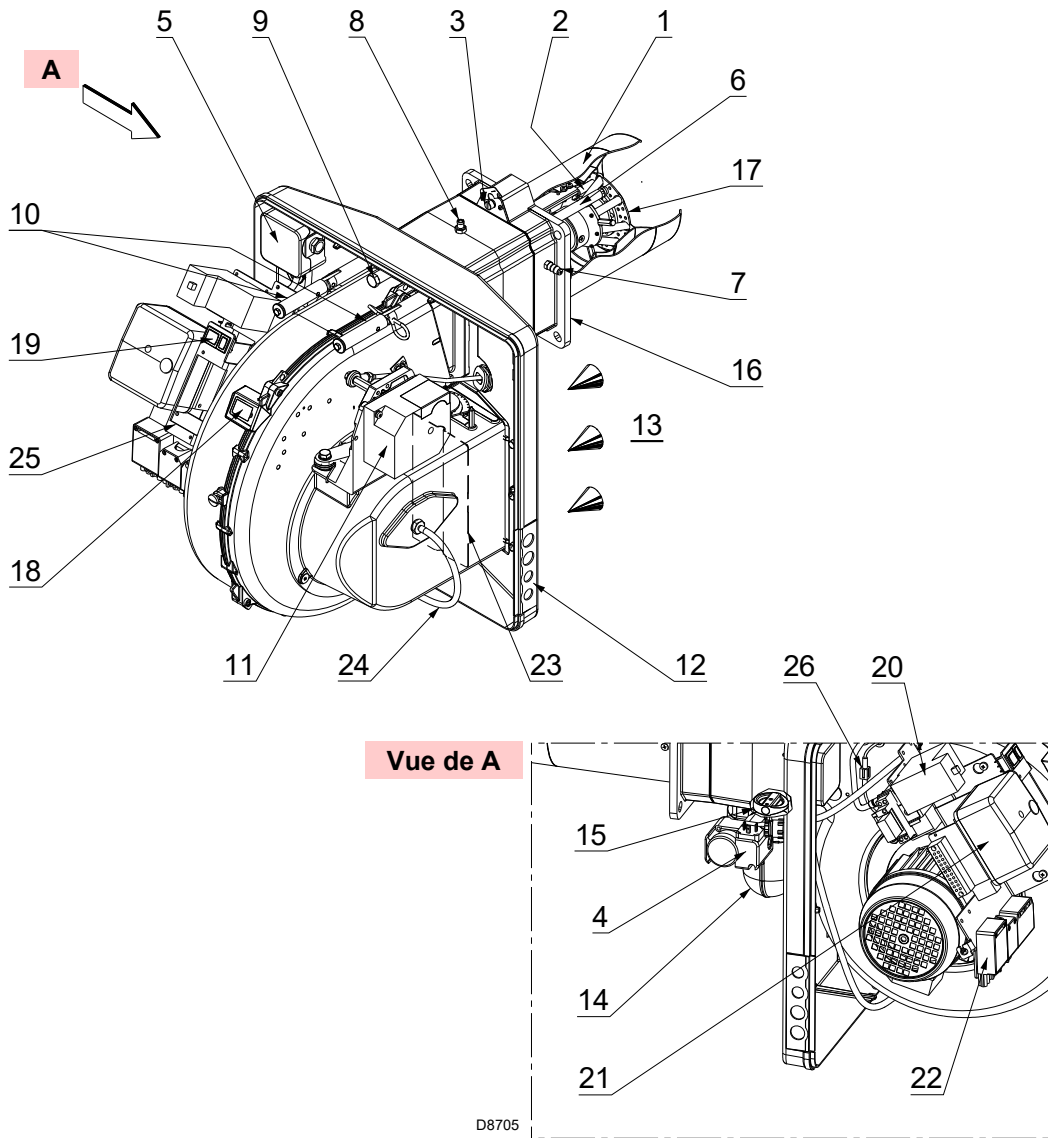

Fig. 5
- (1) Conditions de référence: Température ambiante 20°C - Température gaz 15°C - Pression barométrique 1013 mbar - Altitude 0 m au-dessus du niveau de la mer.
(2) Pression de gaz à la prise du manchon 8) (Fig. 5) avec pression zéro dans la chambre de combustion et à la puissance maximale du brûleur.
(3) Pression sonore mesurée dans le laboratoire de combustion du constructeur, avec le brûleur fonctionnant sur la chaudière d'essai, à la puissance maximale. La puissance sonore est mesurée grâce à la méthode en « champ libre », prévue par la norme EN 15036, et conformément à la précision de mesure « Précision : Catégorie 3 », comme décrit par norme EN ISO 3746.